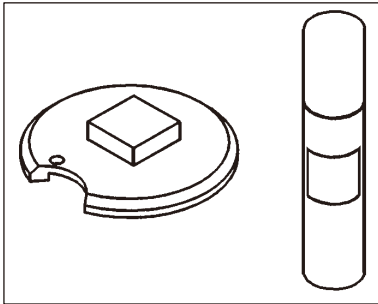

Fig. 19
- Fixez l'échantillon sur la platine avec de la colle cyanoacrylique (→ Fig. 19).